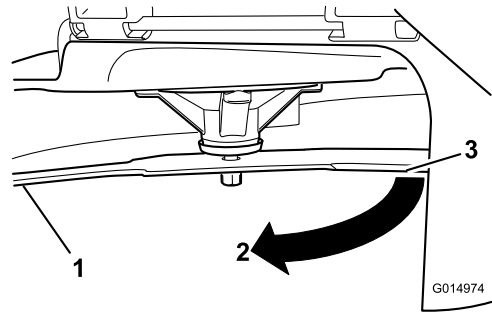

Figure 105
4. Tournez la même lame de 180 degrés pour amener l'autre tranchant à la même position (Figure 105).